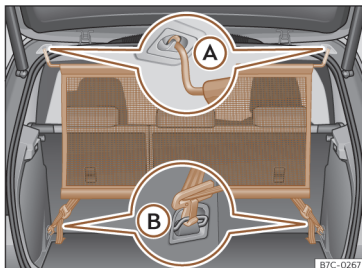

Fig. 117 Red de separación montada.
- Enganche la red de separación en el alojamiento izquierdo del techo»»» fig. 117 A.
- Enganche la red de separación en el alojamiento derecho del techo comprimiendo la varilla transversal»»» fig. 117 A.
- Enganche los dos ganchos de la red de separación en las argollas de amarre del maletero»»» fig. 117 B y tense bien los cinturones de fijación.